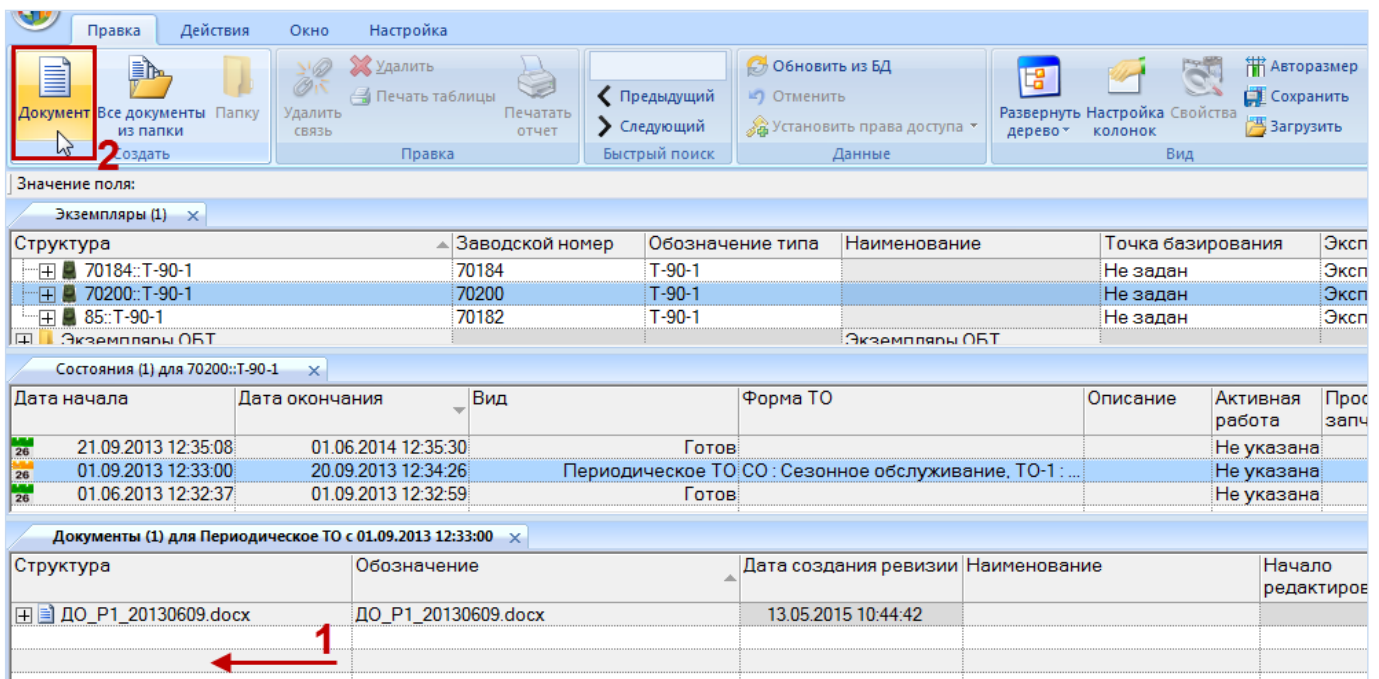

Рис. 28-27 – Создание нового документа, связанного с состоянием
- 5) Навести курсор на окно связанных объектов «Документы» и нажать левую кнопку мыши, чтобы сделать это окно активным (1 на рис. 28-27).
- 6) На панели «Создать» функциональной вкладки «Правка» нажать кнопку «Документ» или «Документ из папки», если необходимо связать состояние с несколькими документами (2 на рис. 28-27).